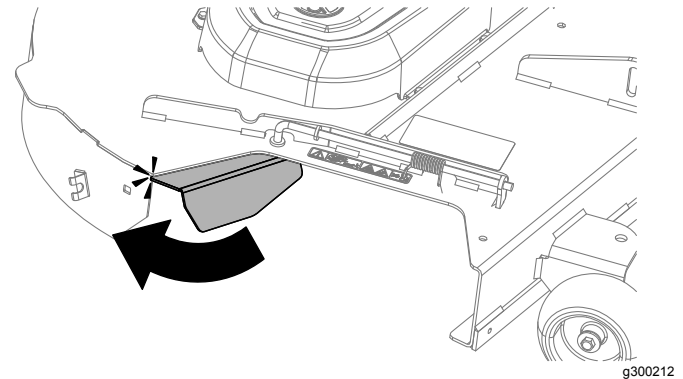

Figura 16
3. Gire la placa deflectora de ensacado para que entre en contacto con el extremo trasero de la carcasa (Figura 16).